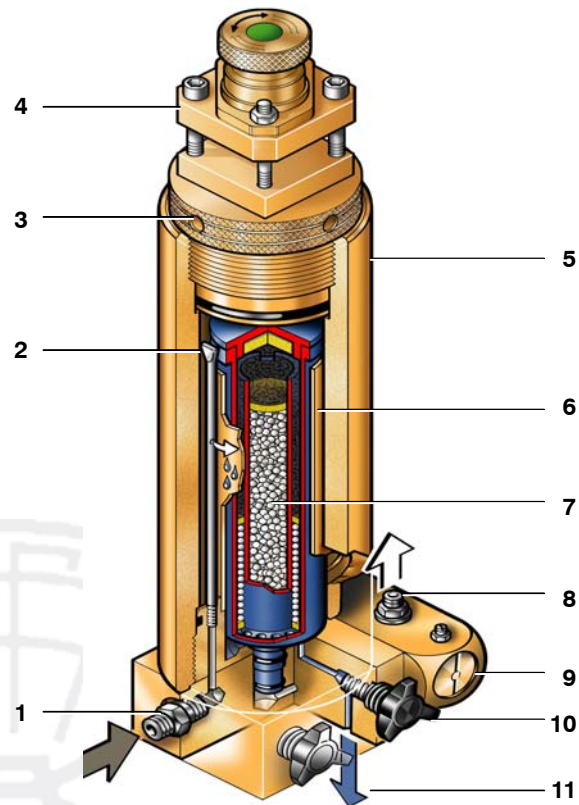

Abb. 28 Kondensatablaßhähne
- Kondensat durch langsames Öffnen des Handkondensatablaßhahns (1, Abb. 28) vor jedem Füllvorgang und während des Füllvorganges alle **15 Minuten** ablassen. Hahn langsam ca. 1/3 Umdrehung nach links drehen, bis kein Kondensat mehr austritt. Hahn wieder schließen.
Das Kondensat aus Abscheider und Patronenkammer ist durch langsames Öffnen der beiden Handkondensatablaßhähne (2 und 3, Abb. 28)